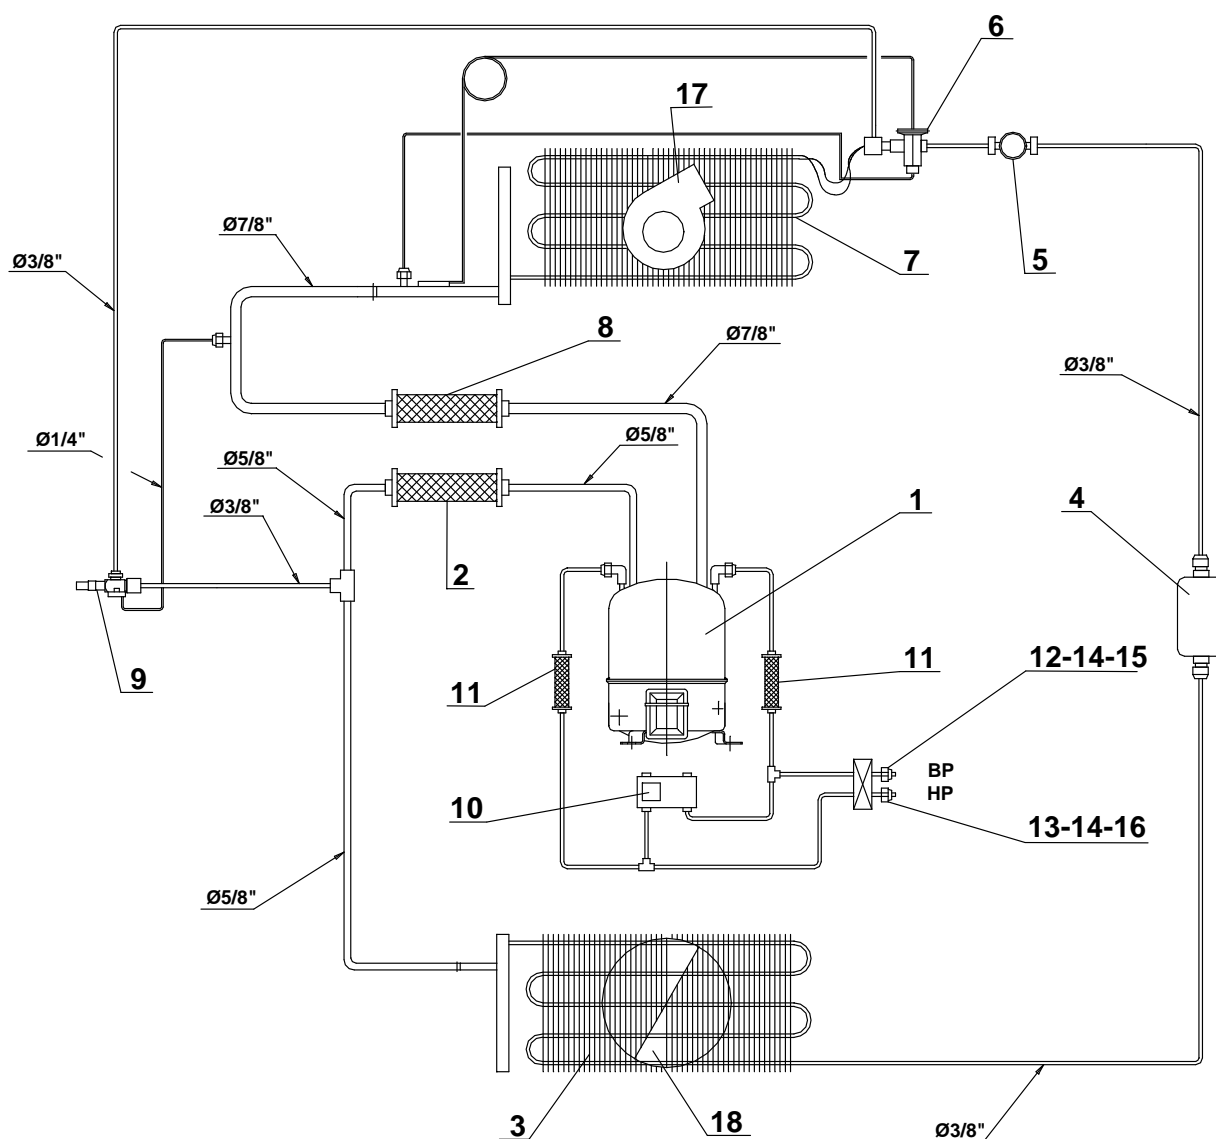

Figura A-2. Esquema circuito frigorífico equipo compacto de cabina
A.1.1 Sistema de Refrigeración (Figura A-2)
El esquema del circuito de refrigerante del equipo de aire está representado en la Figura A-2. En él se pueden distinguir los componentes principales del equipo.
El ciclo que recorre el refrigerante dentro del circuito es el siguiente (ver Figura A-2):